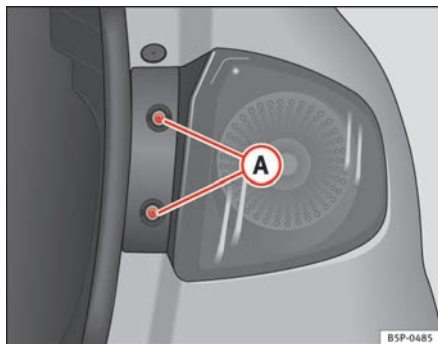

Abb. 185 Standlicht /
- Drehen Sie die Schrauben ⇒ Abb. 185 (A) heraus.